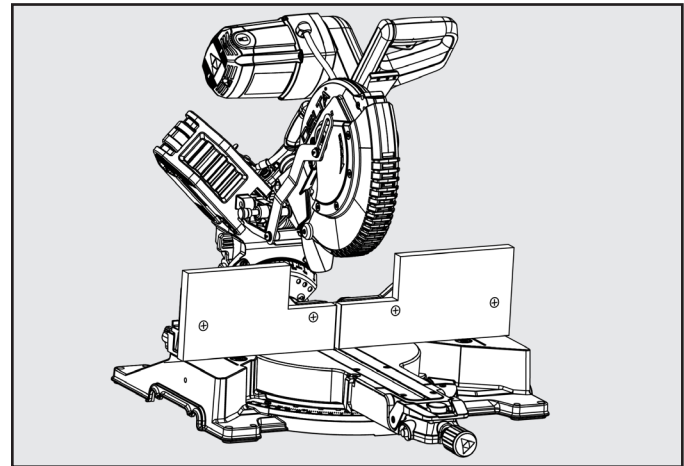

Figure 25
2. Placez le bois du guide auxiliaire contre le guide de la scie à onglets. Voir figure 25. La hauteur maximale du bois ne doit pas dépasser 5,5 po. Assurez-vous que le guide auxiliaire ne touche pas à la tête de la scie lorsqu'elle est en sa position la PLUS BASSE ainsi que lorsqu'elle est en sa position la PLUS RETIRÉE.